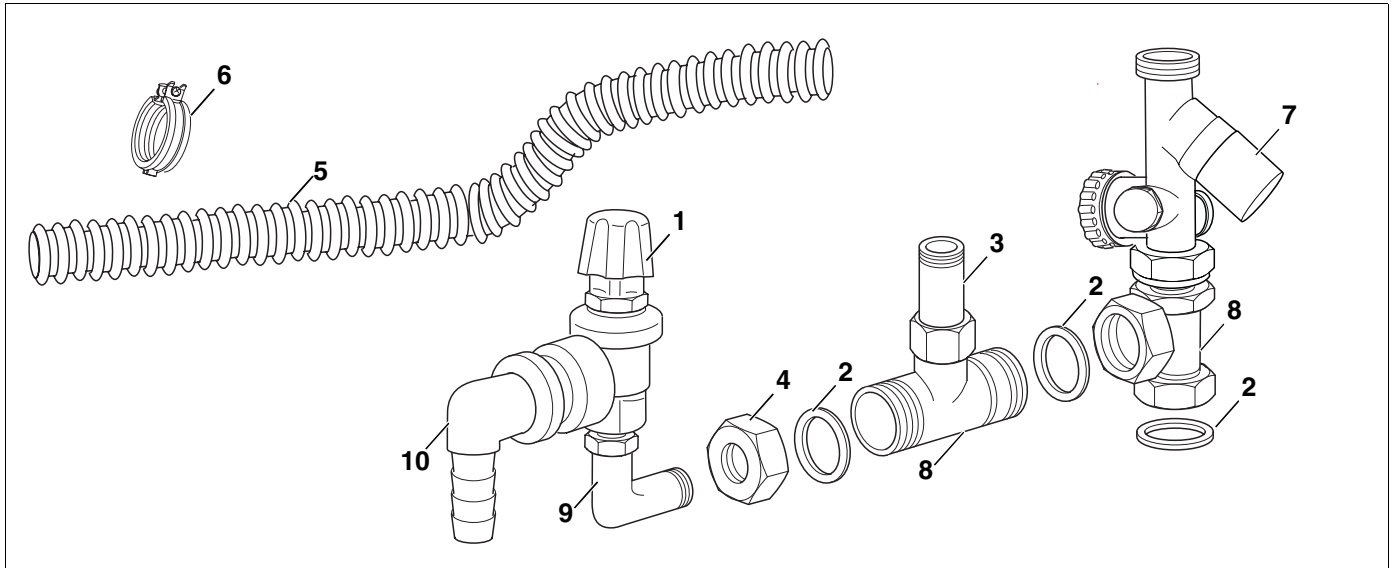
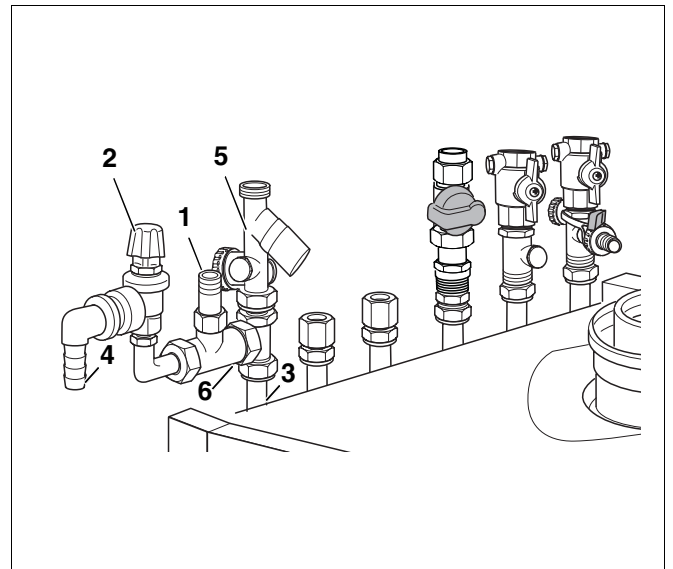

Abb. 23 Lieferumfang Armaturen-Set Sanitär für GB132 T
Abb. 24 Armaturen-Set Sanitär montieren
- Schraubnippel $R\frac{1}{2} \times G\frac{3}{4}$ (Abb. 24, **Pos. 1**) mit eingelegter Dichtung am T-Stück (Abb. 24, **Pos. 6**) befestigen.
- Armaturen-Set Sanitär mit eingelegter Dichtung (Abb. 23, **Pos. 2**) am Anschlussrohr EK (Abb. 24, **Pos. 3**) befestigen.
- Wellenschlauch (Abb. 23, **Pos. 5**) am Winkel-Einschraubstutzen (Abb. 24, **Pos. 4**) mit der Schlauchschelle (Abb. 23, **Pos. 6**) befestigen.